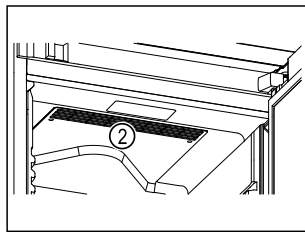

Fig. 63
- Udržiavajte voľné vetracie štrbiny Fig. 63 (2) cirkulačného ventilátora vo vnútornom priestore.